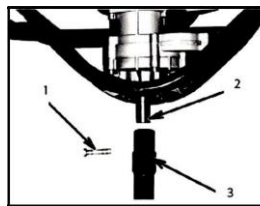

Рис.1
Выбрать винтовое сверло в соответствии с материалом, в котором выполняется бурение. В случае бурения льда, выбрать ледовый шнек. При бурении земли воспользуйтесь земляным шнеком. См.рис.1. Установите выходной вал (2) в отверстие шнека (3) и закрепите его используя, подходящую шпильку (1).